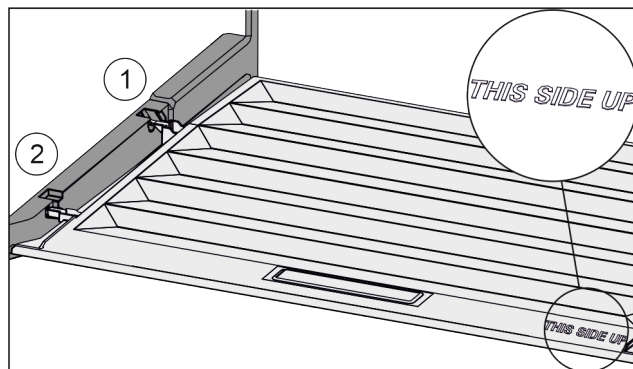

Fig. 37
- ▶ Вставить поперечные ребра через отверстие заднего держателя Fig. 37 (1) и защелкнуть спереди в держателе Fig. 37 (2).